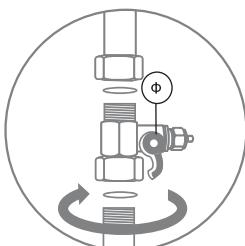

Рис.6
- Установите адаптер-вентиль (Ф) на магистраль холодной воды, уплотнив соединения уплотнительными шайбами, поставляемыми в комплекте, и плотно затяните по резьбе (рис. 6).